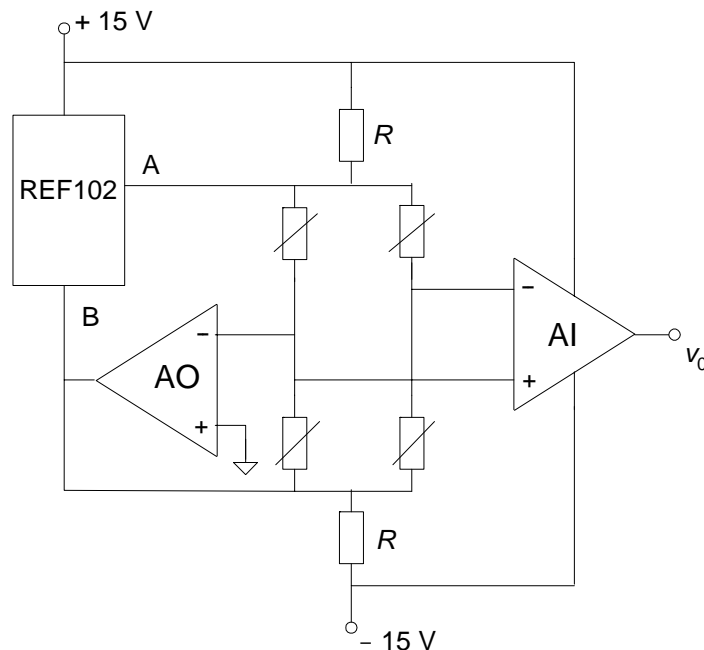

Figura 2.W5 Puente de galgas alimentado por una corriente superior a la del generador de tensión de referencia
Problema 2.2.W7 El puente de la figura 2.W5 incorpora cuatro galgas de avance ($K = 2$) de 350Ω y su salida se mide con un amplificador de instrumentación (AI) de ganancia ajustable. El generador de tensión de referencia REF102 establece una diferencia de potencial de 10 V muy estable entre sus terminales A y B. El AO se supone ideal. Si cada galga puede disipar una potencia máxima de 250 mW, ¿cuál es la máxima corriente que puede circular por cada una? Si se desea que la corriente total suministrada al puente sea de 25 mA, ¿cuáles deben ser el valor y la potencia de las resistencias R ? Si las galgas están pegadas sobre acero con $E = 210 \text{ GPa}$, de tal modo que varían de igual manera pero en direcciones opuestas dos a dos, ¿cuál debe ser la ganancia G del AI para tener 0,5 V cuando la carga aplicada sea de 50 kg/cm^2 ? Si para el AI se especifica una tensión de *offset* (referida a su entrada) de $(250 + 900/G) \mu\text{V}$ a 25°C , una deriva de $(2 + 20/G) \mu\text{V}/^\circ\text{C}$, un consumo de 8,5 mA en cada línea de alimentación, y una resistencia térmica $\theta_{ja} = 102 \text{ }^\circ\text{C/W}$, ¿cuál es la desviación de la salida (en kilogramos por centímetro cuadrado) cuando $G = 1000$, si no se ajusta el *offset* y la temperatura ambiente es de $30 \text{ }^\circ\text{C}$?